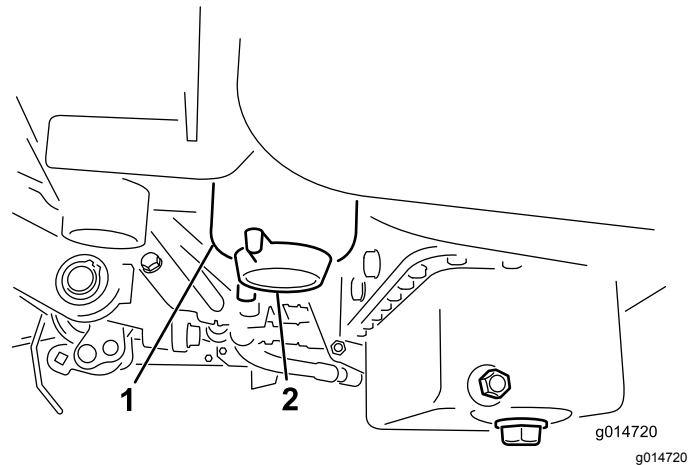

Figura 34
3. Abra el tapón de vaciado del filtro de combustible aproximadamente una vuelta y drene cualquier agua acumulada (Figura 34). Apriete el tapón después del vaciado.